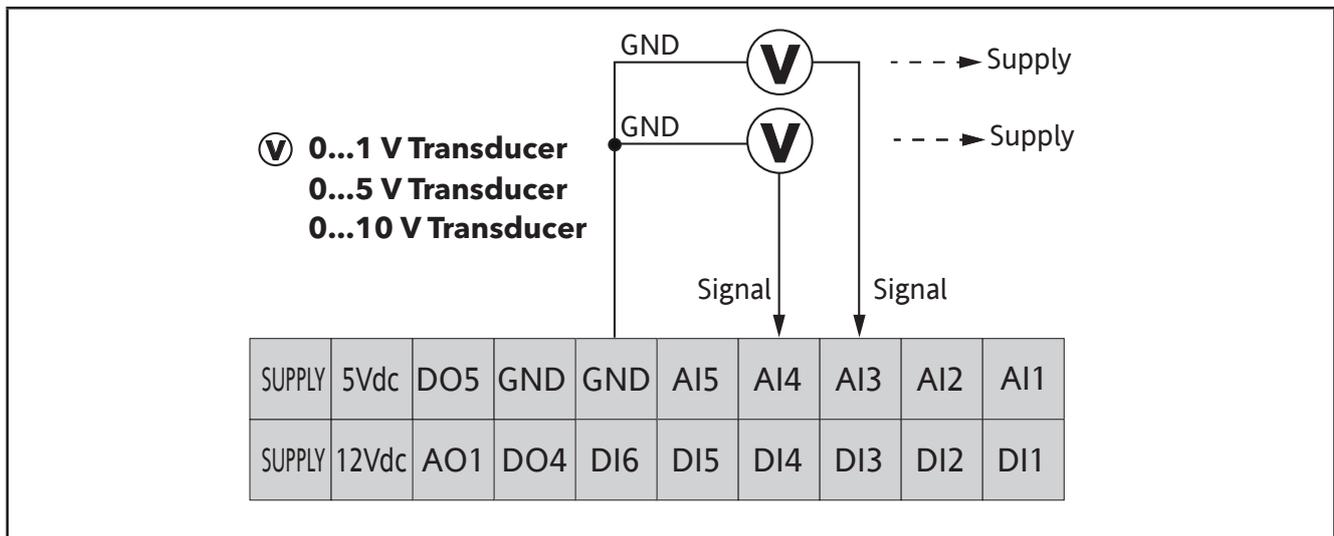

Fig. 18. Collegamento ingresso in tensione
**NOTA:** In **Fig. 18 a pag. 28**, Supply: alimentazione trasduttore da **EWCM 400D PRO A-STD** (5 Vdc o 12 Vdc).